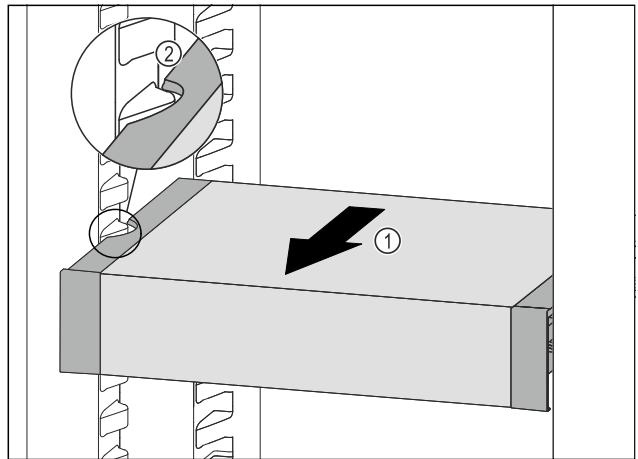

Fig. 116
- Потягнути VarioSafe вперед Fig. 116 (1), поки бокові заглиблення VarioSafe не опиняться на рівні ребра для ємності в охолоджувальному відділенні. Fig. 116 (2)